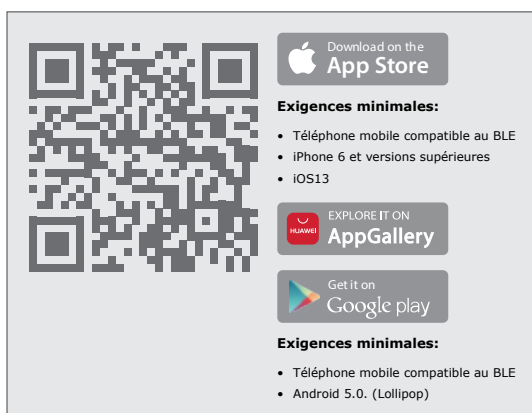

FIGURE 60
1. Scannez le code QR de la figure 60.